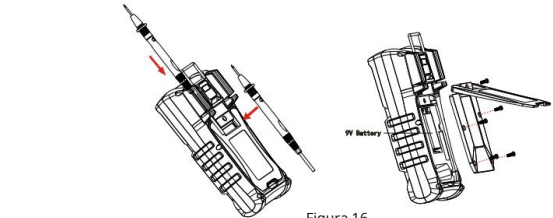

Figura 16
2. Se afișează înlocuirea bateriei (Figura 16) , vă rugăm să înlocuiți bateria la timp pentru a asigura acuratețea măsurătorii.